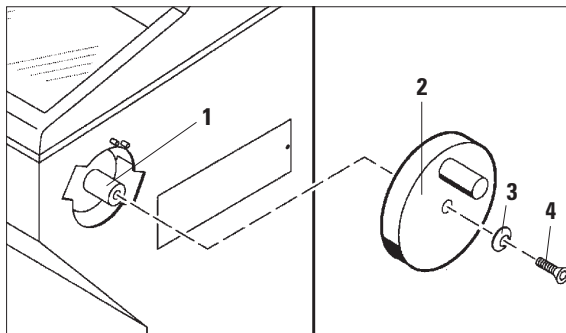

Fig. 6
- Passez l'axe (1) du volant dans l'orifice (2) du volant.
- Posez la rondelle à ressort (3) sur la vis (4), la face bombée du ressort étant orientée vers la droite, comme l'indique la figure 6.
- Serrez la vis (4) avec la clé pour vis à six pans creux (SW 6).